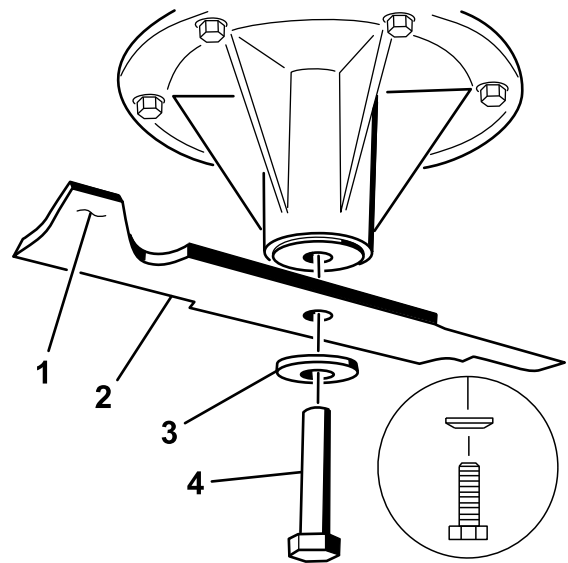

Figura 99
2. Retire del eje el perno de la cuchilla, la arandela curva y la cuchilla (Figura 99).